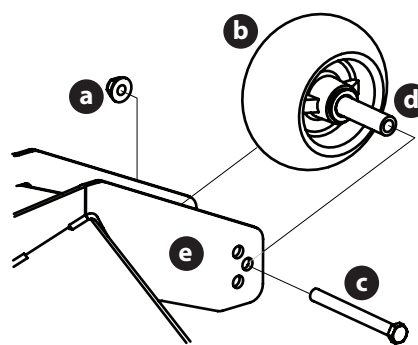

Figure 47
2. Retirez le contre-écrou (a) qui fixe l'une des roues de jauge avant (b) au plateau de coupe. Retirez la roue de jauge avant (b), la vis hexagonale (c) et l'entretoise (d) (Figure 47).
3. Insérez la vis hexagonale (c) dans l'un des trois trous de repérage du support de la roue de jauge avant (e) qui permettra à la roue de jauge avant (b) d'avoir un espace de 1/4-1/2 po avec le sol (Figure 47).
4. Prenez note du trou de repérage de la roue de jauge avant qui vient d'être ajustée (b), et ajustez l'autre roue de jauge avant (b) dans le trou de repérage correspondant de l'autre support de roue de jauge avant (e) (Figure 47).